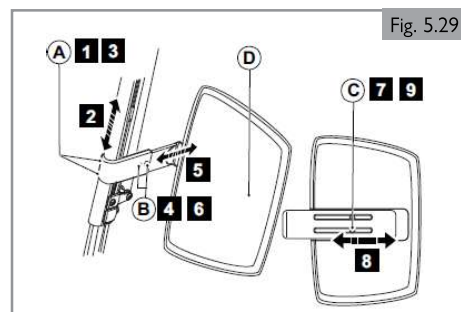

Fig. 5.29
**Hauteur de l'appui-mollet (Fig. 5.29)**
1. Desserrez (A) de quelques tours.
2. Réglez (D) à la position désirée.
3. Resserrez (A).
**Profondeur de l'appui-mollet (Fig. 5.29)**
4. Desserrez (B) de quelques tours.
5. Réglez (D) à la position désirée.
6. Resserrez (B).
**Largeur de l'appui-mollet (Fig. 5.29)**
7. Desserrez (C) au dos de (D) de quelques tours.
8. Réglez (D) à la position désirée.
9. Resserrez (C).